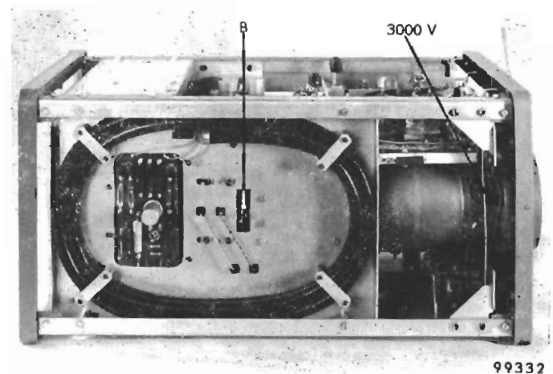

Fig. 25
- a. Maak de kabel voor de naversnellingspanning los van de buis (zie fig. 25).
Na vervanging van de buis door een nieuwe moet worden gecontroleerd of de tijdbasislijn nog zuiver horizontaal loopt. Is dit niet het geval, draai dan met de hefboom B (zie fig. 25) de buis in de goede stand. Ook moeten de geijkte looptijden en de ton- en kussenvormige vertekening worden gecontroleerd (zie par. VI.C en VI.G).